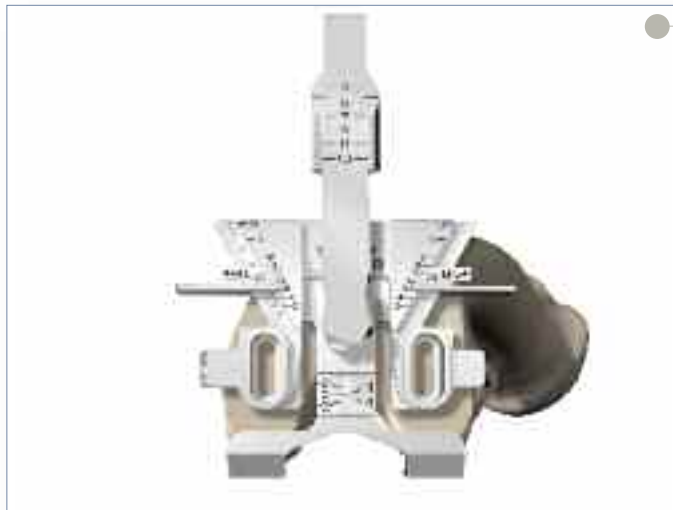

Figura 11
- ▶ Conecte los mangos modulares al medidor. Fije el indicador de ajuste A/P en "0" (**Figura 11**).